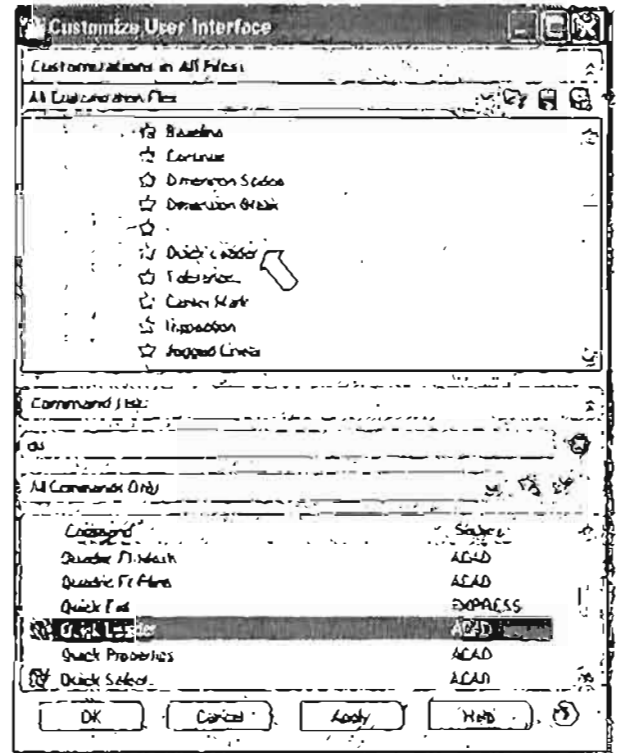

Рис. 1.43. Перетаскивание кнопки на панель инструментов
5. Удерживая левую клавишу мыши нажатой, перетащите имя кнопки с пиктограммой на поле панелей инструментов в нужное место и отпустите клавишу. Команда Quick Leader добавлена на панель инструментов Dimension (Размеры) (рис. 1.43).